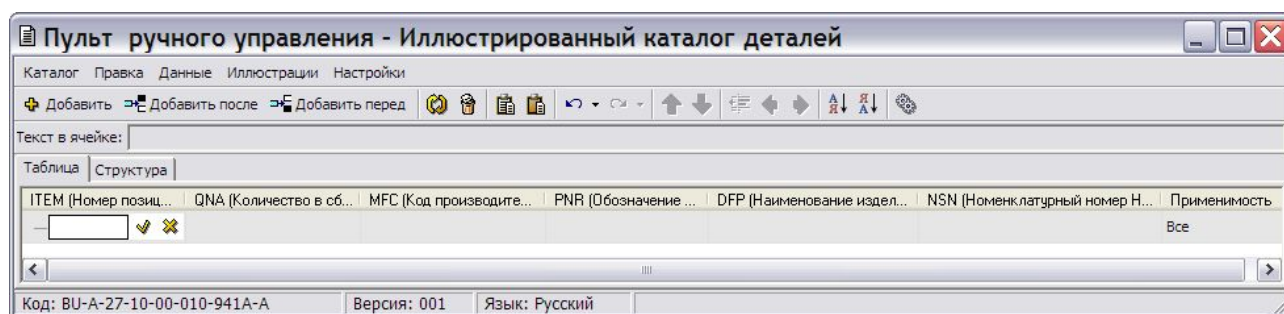

Рис. 4.5
2. Для начала ввода данных в ячейку выделите ее и нажмите F2, ENTER или щелкните по ней левой кнопкой мыши. Можете также использовать инструмент **Изменить элемент**  на панели инструментов в верхней части окна. При этом в самой ячейке таблицы появятся инструменты, необходимые для ее редактирования (Рис. 4.5). Набор инструментов зависит от типа поля ячейки.